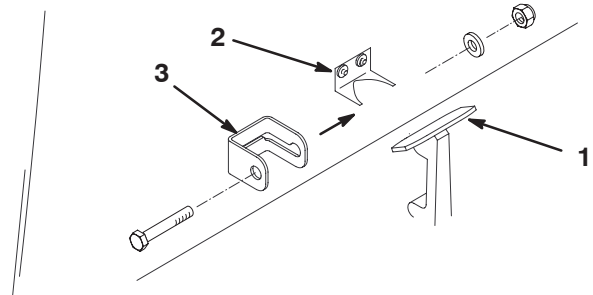

Bild 4
1. Haken Sie den Motorhaubenriegel aus der Motorhaubenriegelhalterung aus (Bild 4).
2. Schieben Sie den Motorhaubenbefestigungshalterung auf den Riegel (Bild 4).
3. Haken Sie den Riegel auf den Motorhaubenriegelhalterung (Bild 4).
4. Stecken Sie eine Schraube (1/4 x 1-1/2 Zoll) durch den Motorhaubenbefestigungshalterung und befestigen Sie sie mit einer Scheibe und Sicherungsmutter (Bild 4).